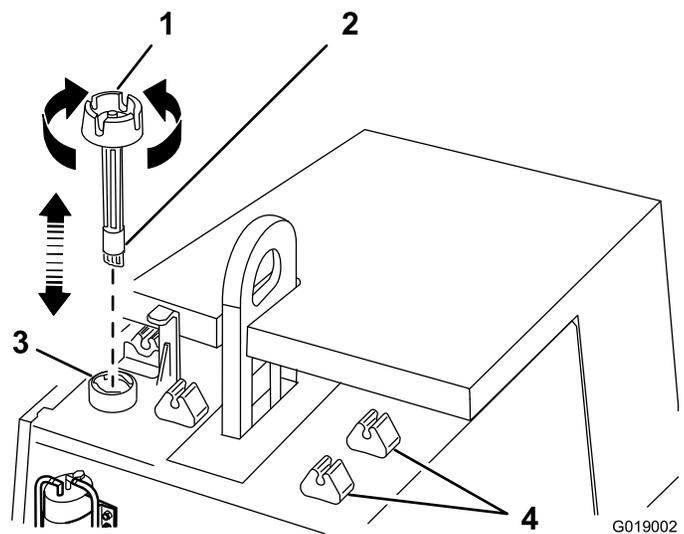

Figure 23
1. Retirez le bouchon du réservoir de carburant en le tournant dans le sens antihoraire et en le soulevant jusqu'à ce que le capteur de quantité soit sorti du goulot de remplissage du réservoir de carburant (Figure 23).
4. Serrez le bouchon du réservoir de carburant dans le sens horaire à la main (Figure 23).